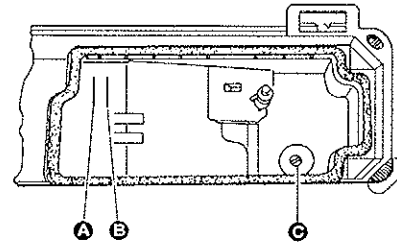

Bild 2
1) Der Ölstand in der Ölwanne sollte zwischen den beiden Marken **A** und **B**, wie in Bild 2 gezeigt, liegen. Die Marke **A** zeigt den maximalen Ölstand, die Marke **B** den minimalen Stand. Sollte der Ölstand unter die Marke **B** fallen füllen Sie bitte umgehend Öl nach.